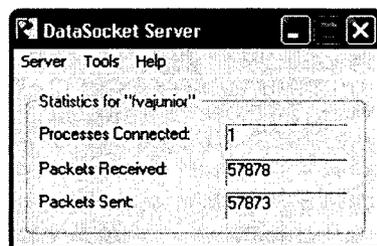

Рис. 26.1
**DataSocket** сервер обеспечивает интернет соединение. Запуск **DataSocket** сервера осуществляется через меню **Пуск** ⇒ **Программы** ⇒ **National Instruments** ⇒ **DataSocket** ⇒ **DataSocket Server** (рис. 26.1). Кроме LabVIEW технология **DataSocket** поддерживается другими средами программирования, такими как C++, Visual Basic и Java. Сервер **DataSocket** является отдельной программой, которая управляет подключением клиентов. Размещение данных предполагает использование трех частей: издатель, **DataSocket Server** и подписчик.